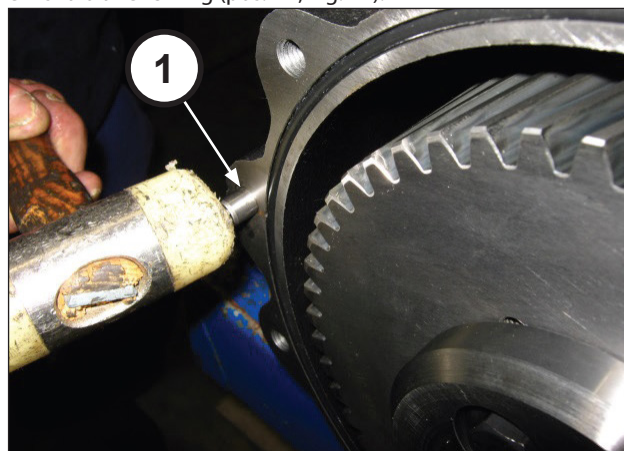
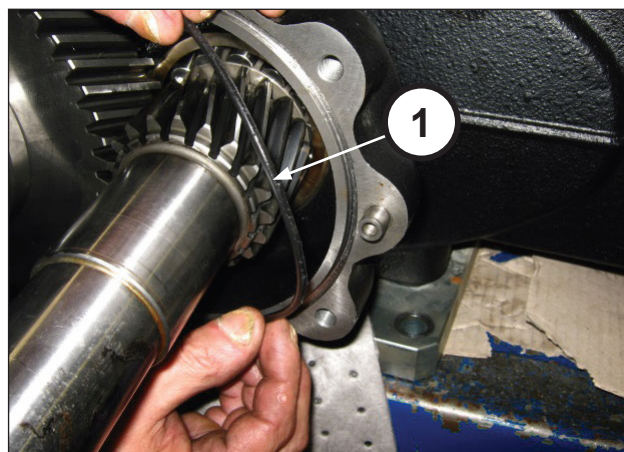

Fig. 76
Fig. 77
Fixe os 2 pinos de Ø10x24 na caixa do redutor (pos. ①, Fig. 76) e insira o anel O-ring (pos. ①, Fig. 77).